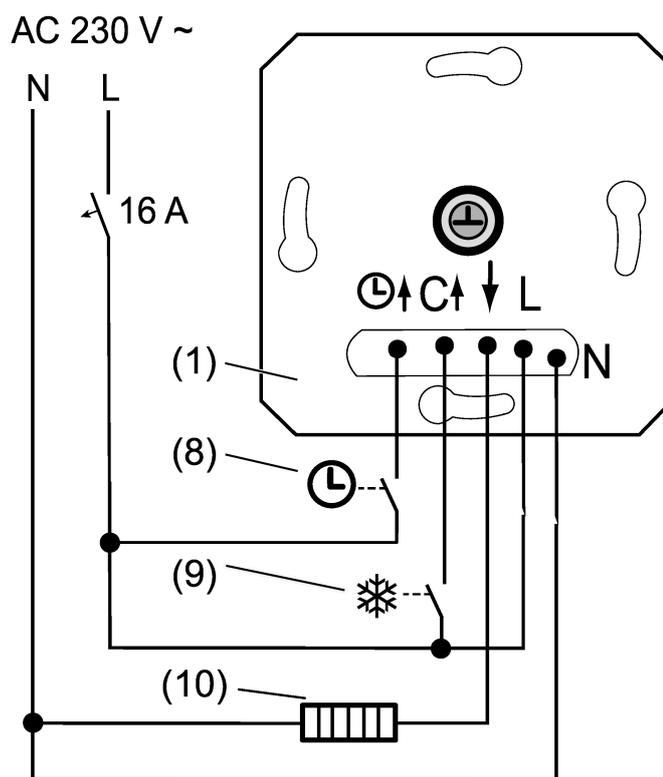

рисунок 2: Пример подключения вставки
- Подключите электрический нагревательный прибор (10) или охлаждающий прибор к вставке (1) в соответствии со схемой подключения (см. рисунок 2). Соблюдайте сечение проводов (технические характеристики).
- В качестве опции подключите вход \oplus через переключающий контакт (8) центральных часов (режим понижения) или подключите переключающий контакт сигнализатора присутствия или выключателя (режим присутствия).